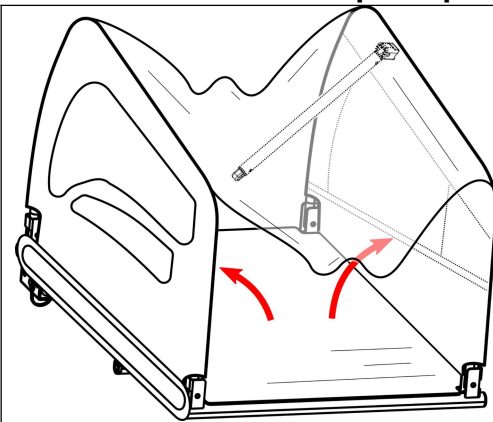

Figure 1
Sortez le châssis principal de la remorque et tous les autres composants du carton. Retirez les capuchons de protection noirs aux 4 coins. Soulevez les deux panneaux latéraux en position verticale (Figure 1).
2. Axe écroué : dévissez l'écrou avec la rondelle du côté gauche de l'essieu arrière du vélo. Installez l'attelage sur l'essieu et revissez l'écrou avec la rondelle (Figure 1 0).